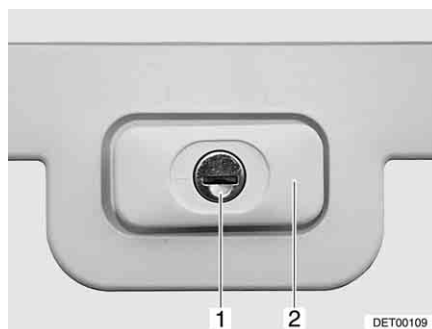

Bild 29 Klappenschloss, rechteckig, verschlossen
- Schlüssel in Schließzylinder (Bild 29,1) stecken und eine viertel Umdrehung drehen. Schlossgriff (Bild 29,2) schnappt heraus.